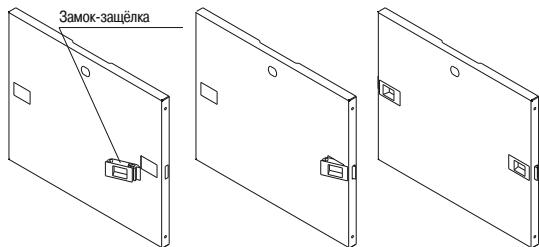

Рисунок 10
4.2.1 Вставьте в прямоугольные отверстия боковых панелей замки-зашёлки (рисунок 10).